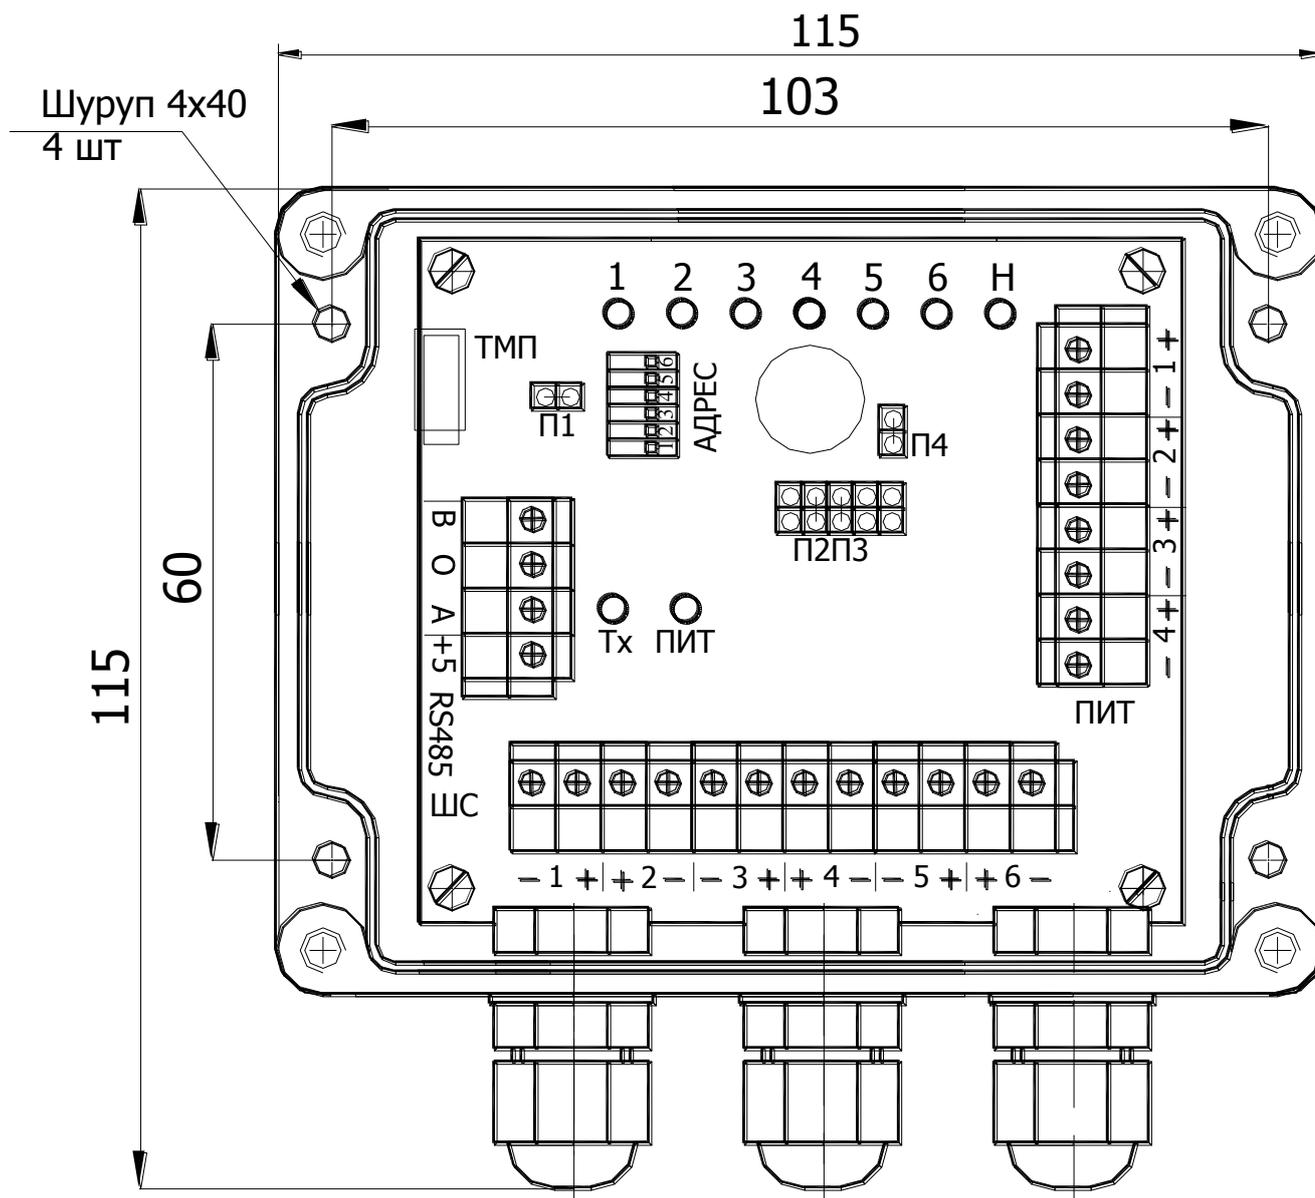

Рисунок 3 Общий вид концентратора и расширителя
- закрепить оборудование в местах разметки с помощью шурупов через крепежные отверстия в корпусе (см.рисунок 3 приложения А).